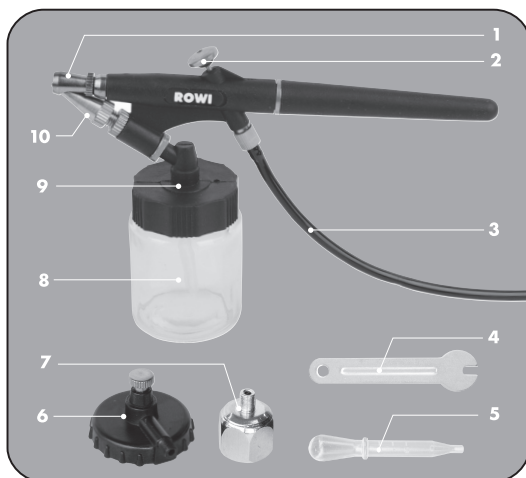

Abb. 1: Geräteübersicht
- ▶ Mischen bzw. verdünnen Sie die Farben gemäß den Angaben des Farbenherstellers. Füllen Sie das Farbglas (siehe Abb. 1, Nr. 8) mit maximal  $2/3$  der vorbereiteten Farbe und befestigen Sie es mit der Ansteckvorrichtung (siehe Abb. 1, Nr. 9) an der Airbrushpistole.
- ▶ Verbinden Sie den Luftschlauch (siehe Abb. 1, Nr. 3) mit der Airbrushpistole und schliessen Sie diesen an der Luftversorgung an. Verwenden Sie den mitgelieferten Anschlussadapter (siehe Abb. 1, Nr. 7), wenn Sie einen Kompressor als Luftquelle verwenden. Arbeiten Sie mit einer Luftdruckflasche benutzen Sie das beige-fügte Anschlussventil (siehe Abb. 1, Nr. 6).
Ziehen Sie den Betätigungshebel nach hinten, um die Farbmenge zu erhöhen. Bei Loslassen des Betätigungshebels wird die Farbzufuhr gestoppt. Mit der Stellschraube (siehe Abb. 1, Nr. 2) können Sie den Betätigungshebel und damit die Farbmenge fixieren.
1. Lösen Sie die Befestigungsmutter der Farbdüse (siehe Abb. 1, Nr. 10) mit Hilfe des mitgelieferten Gabelschlüssels (Abb.1, Nr. 4).
1. Lösen Sie mit Hilfe des beiliegenden Gabelschlüssels (siehe Abb. 1, Nr. 4) die Befestigungsmutter an der Unterseite der Airbrush-Spritzpistole.